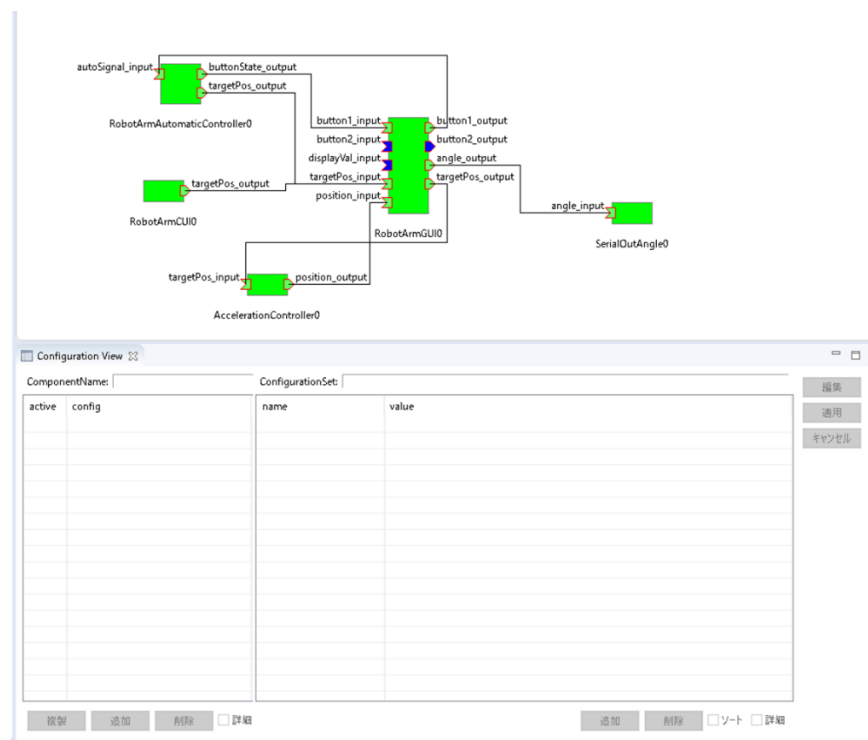

図 20 アクティベート完了
- ⑩ 使用するロボットアームの上腕・下腕長さがデフォルト値（上腕：300mm，下腕：300mm）でない場合は、「System Diagram」上の「RobotArmGUI」コンポーネントを選択し、「Configuration View」の「upperArmLength」と「lowerArmLength」の欄に使うアームの長さを入力する。
- ⑪ 「Activate Systems」をクリックしする。RTC が緑になったら成功（図 20）。